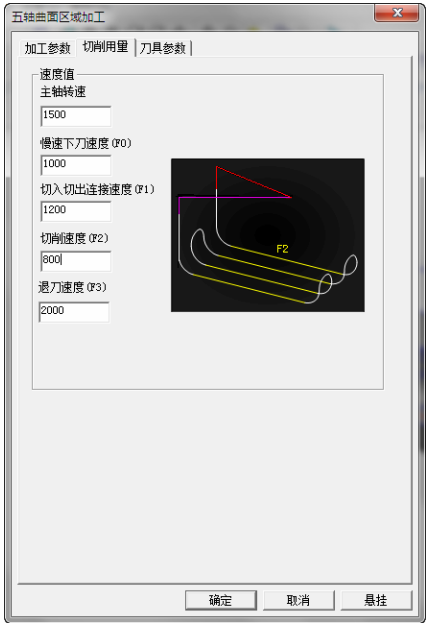

图 8-270 “切削用量”选项卡
2) 单击“切削用量”选项卡，设置“主轴转速”“慢速下刀速度”“切入切出连接速度”“切削速度”“退刀速度”参数数值如图 8-270 所示。